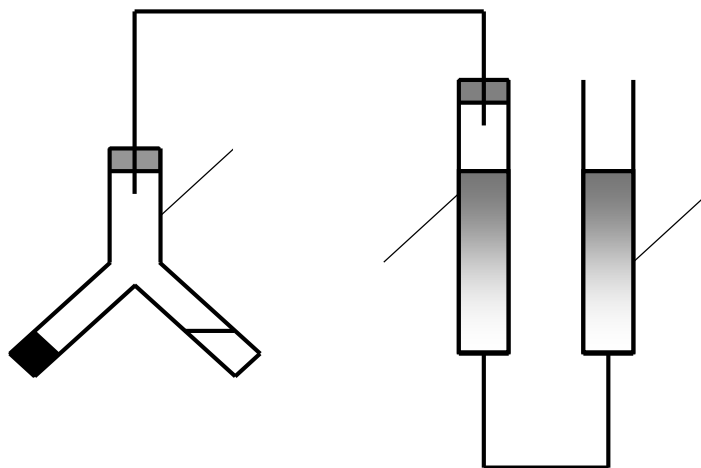

Рисунок 1. Схема прибора для определения объема выделившегося газа: 1 – измерительная бюретка, 2 – двухколенная пробирка Оствальда, 3 – уравнильная бюретка.
Определение производят с помощью прибора (рис. 1), состоящего из измерительной бюретки (1) на 25...50 мл, двухколенной пробирки Оствальда (2) и уравнильной склянки или бюретки (3). Бюретки укрепляют в штативе и заполняют насыщенным раствором хлорида натрия. В исходном состоянии жидкость в сосудах 1 и 3 должна находиться на одном уровне.